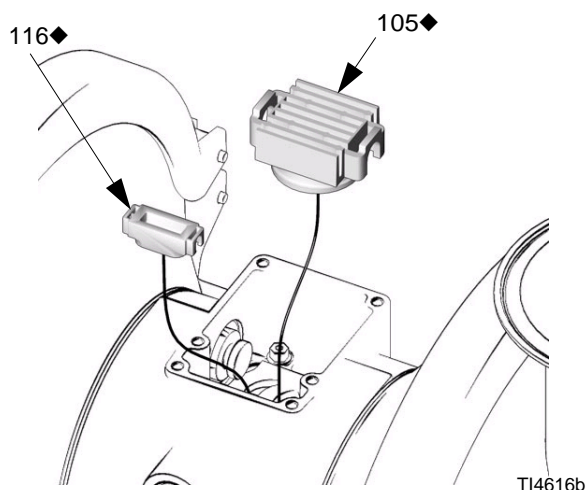

FIG. 11
- Ingrassare la parte inferiore del blocco guida (116) e installarlo in modo che le linguette scattino in posizione nelle scanalature all'estremità dei perni guida (114). Vedere FIG. 11.
- Ingrassare il lato inferiore del carrello della valvola (105). Vedere FIG. 11.
- Installare il carrello della valvola (105) in modo che le linguette scivolino nelle scanalature della parte più stretta del pistone degli attuatori (111). Vedere FIG. 11.